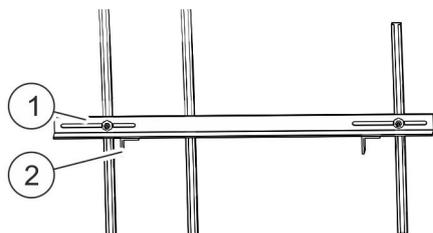

Abb. 32: Oberes Befestigungsteil
4. ➔ Verbindungs-laschen für Seilrollenbefestigung mit je einer Sechskantschraube von den Außenseiten des Befestigungs-teils aus (Abb. 32/2) leicht anschrauben.